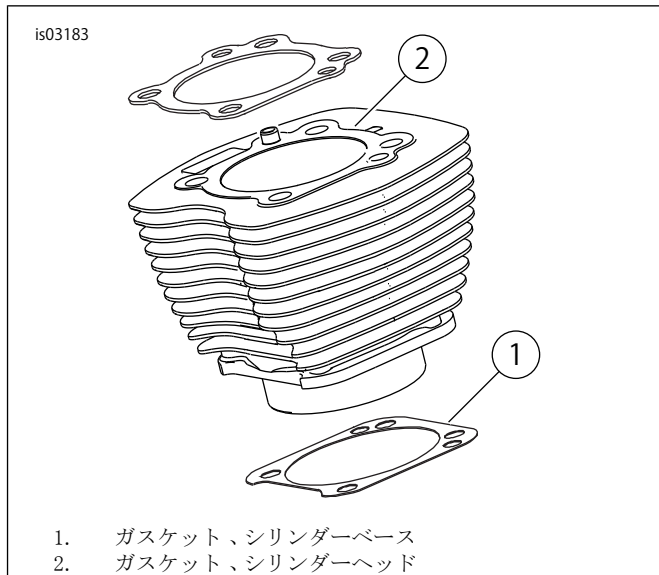

図1. シリンダーガスケット
- 「図1」を参照。「103 mm (4.060 in)」シリンダーベースガスケット(1)およびシリンダーヘッドガスケット(2)を使用する際はOリングは不要となります。シリンダーダボまたはシリンダースピゴットにはOリングを使用しないでください。